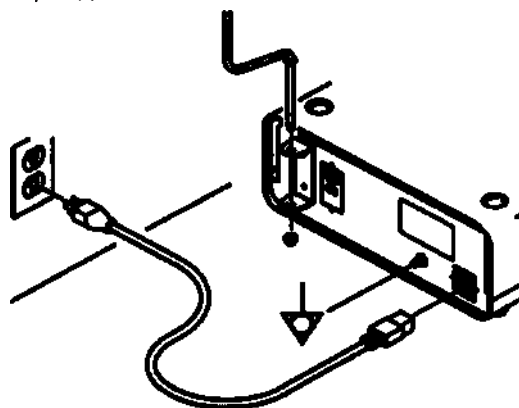

Рисунок 5 – Консоль (вид сзади)
3. Проверьте подключение следующих элементов; подключите их при необходимости (Рисунок 5):
- 7.1. При необходимости вставьте ирригационный вывод в кронштейн полюса на задней панели консоли (Рисунок 5).